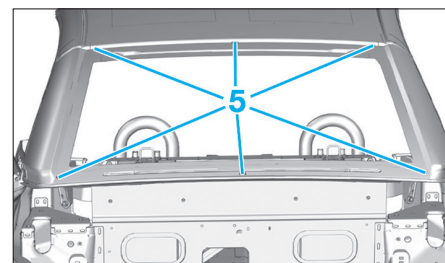

FIG. 52
- Positionner les cales (5) d'épaisseurs comme à l'origine (Fig.52).